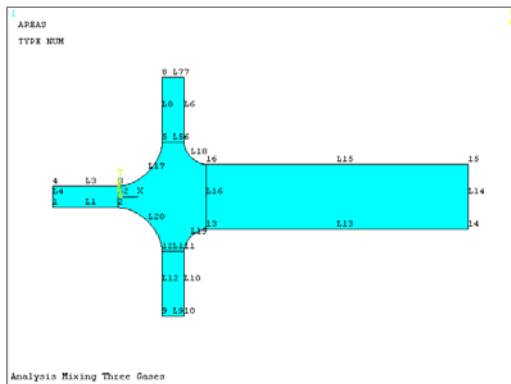

图 10-62 生成的几何模型
⑦依次选择 Main Menu→Preprocessor→Modeling→Create→Lines→Lines→Tan to 2 Lines，会弹出“Line Tangent to...”选取对话框，用鼠标选取线段 L3，单击“OK”按钮会再次弹出“Line Tangent to...”选取对话框，用鼠标选取点 K3；单击“OK”按钮会再次弹出“Line Tangent to...”选取对话框，用鼠标选取线段 L8，单击“OK”按钮会再次弹出“Line Tangent to...”选取对话框，用鼠标选取点 K8，单击“OK”按钮会自动生成圆弧，单击“Cancel”按钮关闭该对话框。
⑧依次选择 Main Menu→Preprocessor→Modeling→Create→Lines→Lines→Tan to 2 Lines，会弹出“Line Tangent to...”选取对话框，用鼠标选取线段 L6，单击“OK”按钮会再次弹出“Line Tangent to...”选取对话框，用鼠标选取点 K6；单击“OK”按钮会再次弹出“Line Tangent to...”选取对话框，用鼠标选取线段 L15，单击“OK”按钮会再次弹出“Line Tangent to...”选取对话框，用鼠标选取点 K16，单击“OK”按钮会自动生成圆弧，单击“Cancel”按钮关闭该对话框。
⑨依次选择 Main Menu→Preprocessor→Modeling→Create→Lines→Lines→Tan to 2 Lines，会弹出“Line Tangent to...”选取对话框，用鼠标选取线段 L10，单击“OK”按钮会再次弹出“Line Tangent to...”选取对话框，用鼠标选取点 K11；单击“OK”按钮会再次弹出“Line Tangent to...”选取对话框，用鼠标选取线段 L13，单击“OK”按钮会再次弹出“Line Tangent to...”选取对话框，用鼠标选取点 K13，单击“OK”按钮会自动生成圆弧，单击“Cancel”按钮关闭该对话框。
⑩依次选择 Main Menu→Preprocessor→Modeling→Create→Lines→Lines→Tan to 2 Lines，会弹出“Line Tangent to...”选取对话框，用鼠标选取线段 L1，单击“OK”按钮会再次弹出“Line Tangent to...”选取对话框，用鼠标选取点 K2；单击“OK”按钮会再次弹出“Line Tangent to...”选取对话框，用鼠标选取线段 L12，单击“OK”按钮会再次弹出“Line Tangent to...”选取对话框，用鼠标选取点 K12，单击“OK”按钮会自动生成圆弧，单击“Cancel”按钮关闭该对话框。
⑪依次选择 Main Menu→Preprocessor→Modeling→Create→Areas→Arbitrary→By Lines，会弹出“Create Area by Lines”选取对话框，用鼠标依次选取线段 L2、L17、L5、L18、L16、L19、L11、L20，单击“OK”按钮关闭该对话框。
⑫依次选择 Utility Menu→PlotCtrls→Style→Colors→Reverse Video, ANSYS 显示窗口将变成白色。依次选择 Utility Menu→Plot→Areas 将显示所生成的几何模型, 生成的几何模型如图 10-62 所示。
⑬单击 ANSYS 工具条的“SAVE_DB”按钮保存数据。